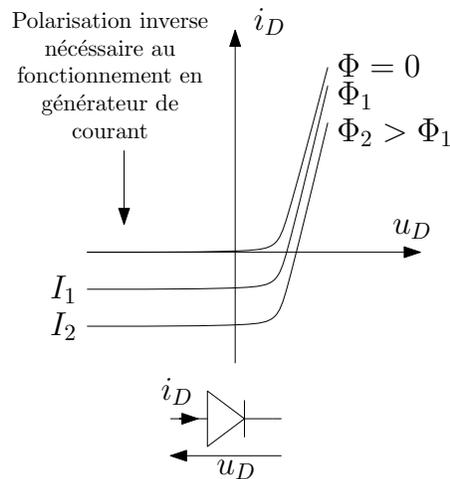
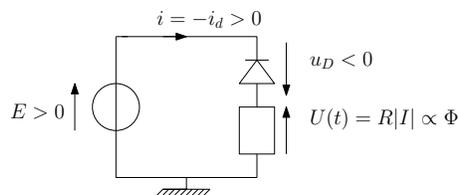

FIGURE 1
FIGURE 2
- ✗ La caractéristique de la photodiode est donnée figure 1
- ✗ Pour mesurer ϕ on effectue le montage figure 2 et on mesure la tension $U(t)$ aux bornes de la résistance. En effet, d'après la figure 1, on voit que la diode fonctionne en générateur de courant quand elle est éclairée et qu'elle est polarisée en inverse.